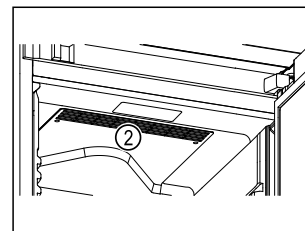

Fig. 66
- ❑ Mantenere libere le fessure di ventilazione Fig. 66 (2) della ventola di ricircolo nel vano interno.